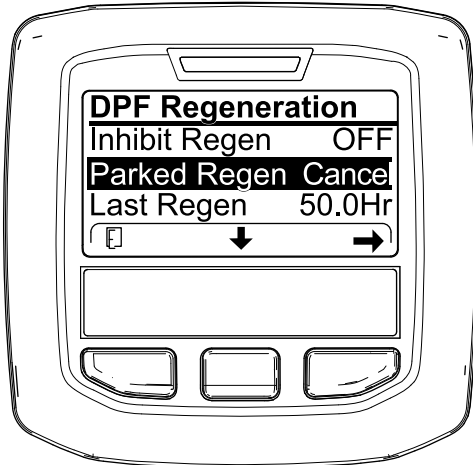
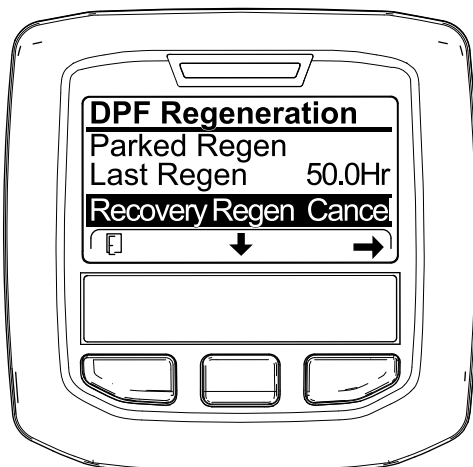

Figura 69
Figura 70
1. Accedete al menu DPF Regeneration (Rigenerazione FAP) (Figura 69).
2. Premete il pulsante centrale per scorrere il menu verso il basso fino all'opzione PARKED REGEN CANCEL (Figura 69) o all'opzione RECOVERY REGEN CANCEL (Figura 70).
3. Premete il pulsante destro per selezionare la voce Cancel relativa alla rigenerazione (Figura 69 o Figura 70).